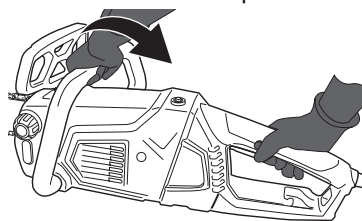

Fig. 17
- > Prenez la poignée avant [1] avec la main gauche, en l'entourant bien entre le pouce et les doigts. Prenez la poignée arrière [12] avec la main droite en l'entourant bien entre le pouce et les doigts (Fig. 17).